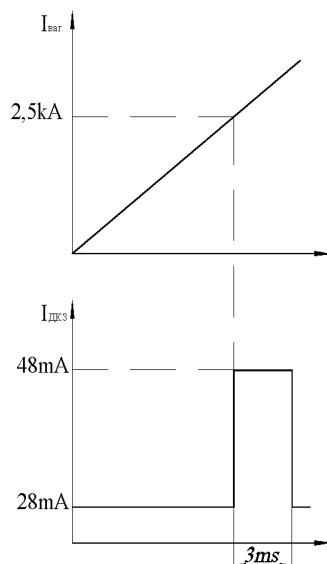

Рисунок 1 Диаграммы, поясняющие работу датчика в режиме контроля КЗ
1.3.1.1 Измеритель тока выполнен на базе стандартного датчика Холла ACS712 фирмы Allegro. Чувствительность датчика определяется его физическим расположением относительно токоведущего провода. Питание измерителя осуществляется от внутреннего стабилизатора напряжения +5В. При превышении контролируемого тока выше порогового значения, ДКЗ формирует импульс тока потребления, соответствующий уровню лог.1 длительностью около 3мс, что интерпретируется БККЗ, как срабатывание датчика от тока КЗ (смотри рисунок 1).